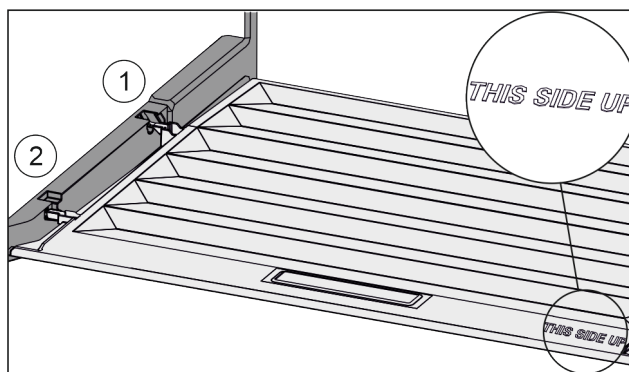

Fig. 98
- ▶ Ramiona pokrywy wprowadzić ponad otworem tylnego uchwytu *Fig. 98 (1)* i zazębnić z przodu w uchwycie *Fig. 98 (2)*.